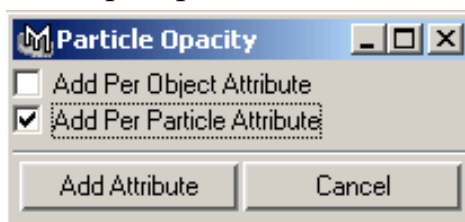
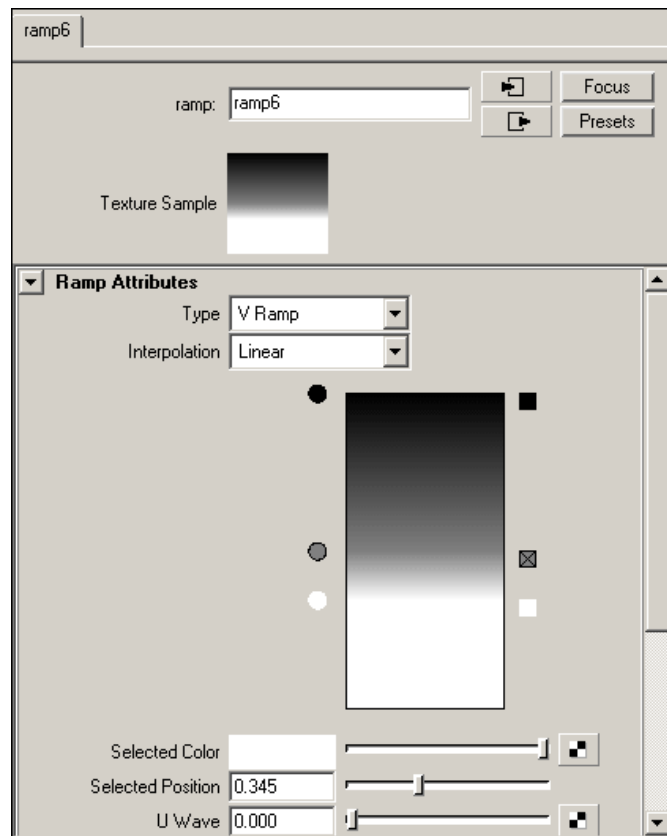

Рисунок 1.10
Рисунок 1.11
5. Залишилось подбати про матеріал для полум'я. Але спочатку слід зробити так, щоб частинки поблизу гніту були практично прозорі, а в міру віддалення від нього рівень їх прозорості зменшувався, тому що полум'я свічки у верхній частині більш яскраве, ніж у гніту. Для цього доведеться додати атрибут прозорості, щоб зробити прозорість динамічною. Виділяємо систему частинок і в середині гніту **AddDynamicAttributes** редактора атрибутів клацаємо на кнопці **Opacity** (Непрозорість). У вікні включаємо прапорець **AddPerParticleAttribute** (Додати атрибут для частинок) – рис. 1.10 і клацаємо на кнопці **AddAttribute** (Додати атрибут). Це призведе до появи нового атрибута **opacityPP** в світі **PerParticleArrayAttributes**. Натискаємо праву кнопку на полі **opacityPP** і вибираємо в контекстному меню команду **CreateRamp** (Створити градієнт). Клацаємо на полі **opacityPP** правою кнопкою миші, вибираємо з контекстного меню команду **EditRamp** (Редагувати градієнт) і змінюємо параметри градієнта відповідно до рис.1.11. Після цього прозорість частинок почне залежати від віку.